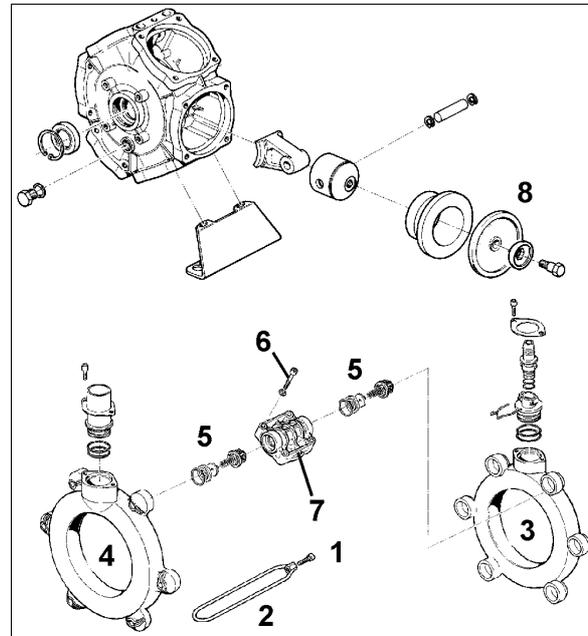

Bild 119
- Kontrollera kolvmembranens (Bild 119/1) tillstånd genom att demontera dessa minst en gång om året.
- Innan ventilsetsen (Bild 119/5) demonteras, notera och märk upp resp ventils monteringsläge.
- Även om endast ett kolvmembran (Bild 119/6) är uppsvällt eller poröst, ska samtliga membran bytas ut..
2. Lossa skruvarna (Bild 119/1) och demontera spännbygeln (Bild 119/2).
3. Demontera sug- och tryckrör (Bild 119/3 och Bild 119/4).
4. Demontera ventilsets (Bild 119/5).
5. Demontera skruvarna (Bild 119/6).
6. Demontera cylindertoppen (Bild 119/7).
7. Kontrollera samtliga kolvmembran (Bild 119/8).
8. Byt ut kolvmembranen (Bild 119/8) vid behov.